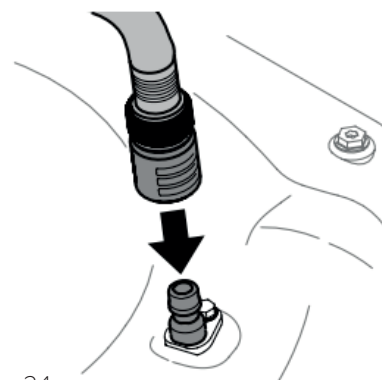

Рис. 24
3. Подсоедините садовый шланг с установленной гидравлической розеткой к штуцеру, расположенному в деке (рис. 24).